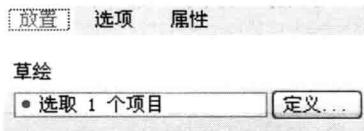
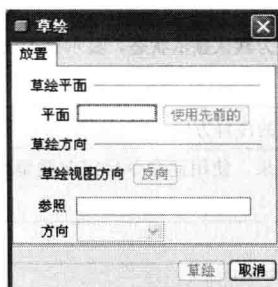

图 1-6 放置滑面板
图 1-7 【草绘】对话框
(2) 草绘截面。单击操控板上的“放置”按钮，系统弹出“放置”滑面板（再次单击该按钮可以关闭该面板），如图 1-6 所示。单击面板右侧的“定义”按钮 ，系统弹出【草绘】对话框，如图 1-7 所示。在【草绘】对话框中进行草绘平面的设置与放置后，即可进入草绘模式，或在绘图区单击鼠标右键，弹出快捷菜单，选择“定义内部草绘”，如图 1-8 所示，从而草绘拉伸的截面。